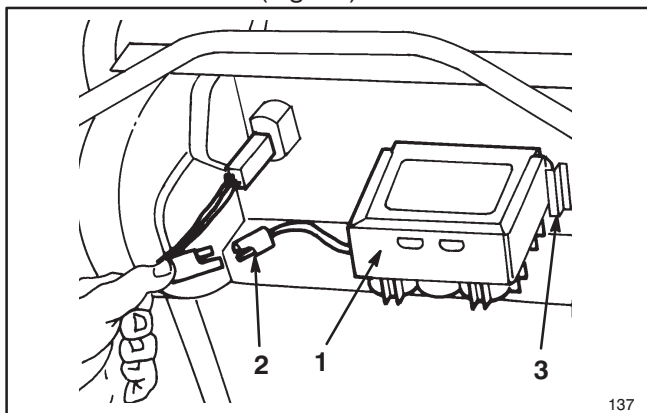

Figure 27
1. Couper le moteur et débrancher le faisceau de câbles de la batterie (Fig. 27).